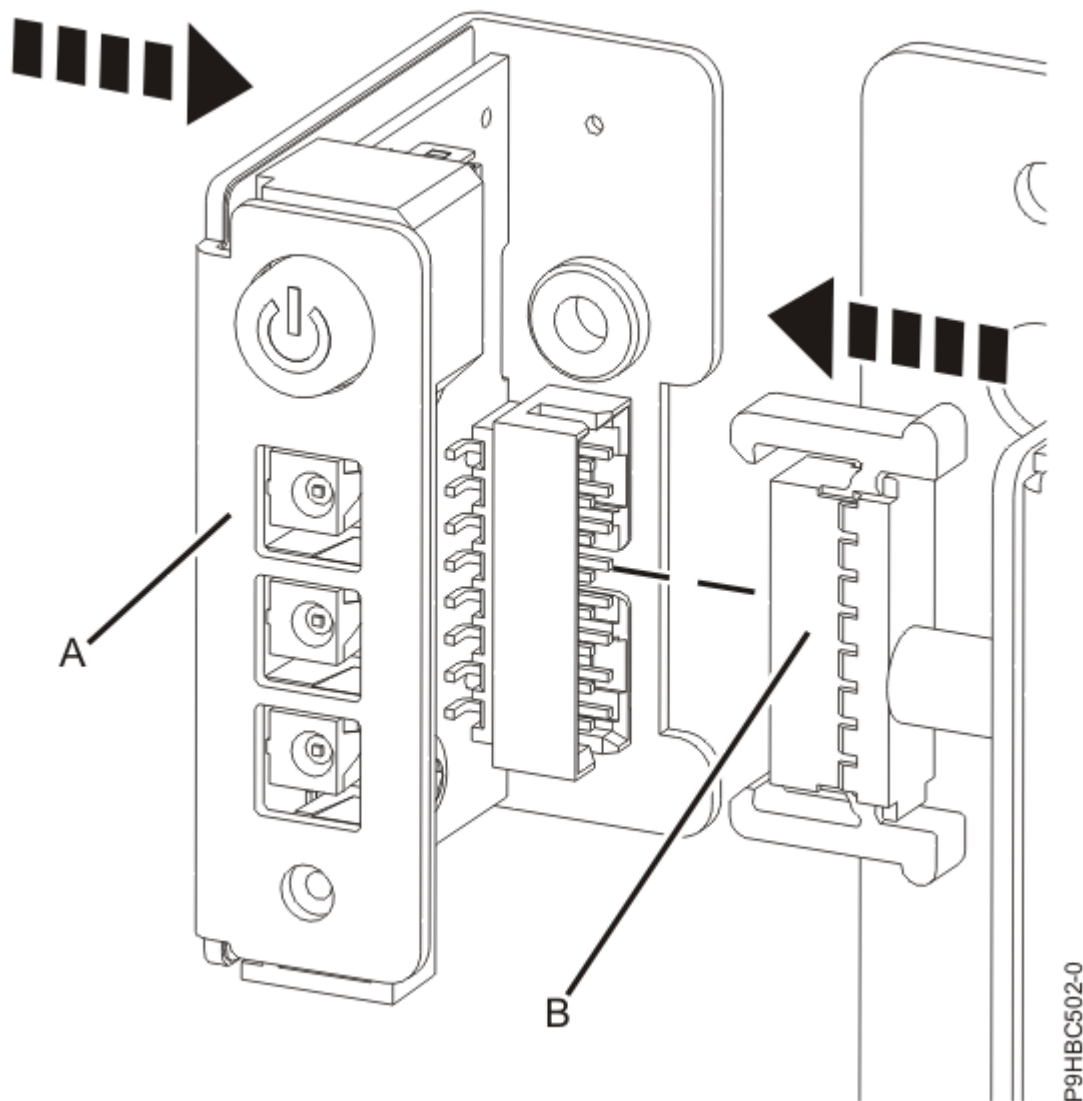

Abbildung 11. Kabel an der Steuerkonsole anschließen
2. Schließen Sie das Steuerkonsolenkabel (**B**) an der Steuerkonsole (**A**) an (siehe Abbildung 11 auf Seite 13).